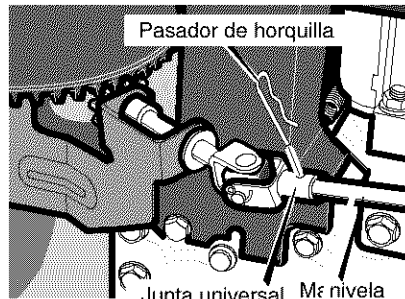

Figura 63
7. Conecte el eje de la manivela a la junta universal con el pasador de horquilla. Vea la Figura 63.